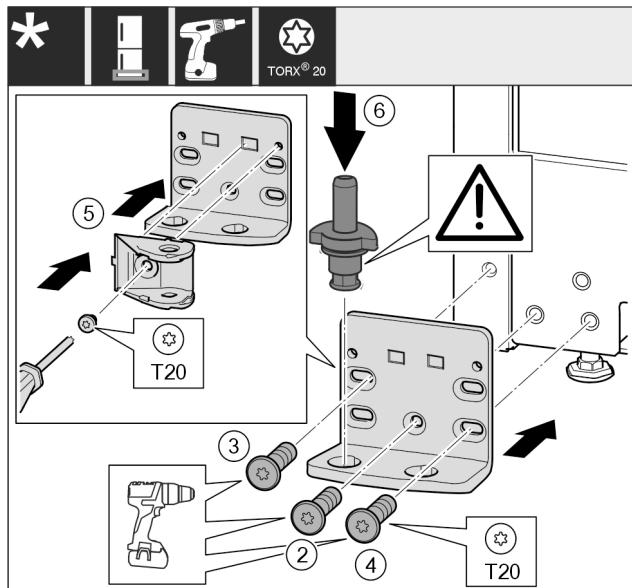

Fig. 21 \*
- ▶ 将托架安装到另一侧，并借助螺丝刀旋紧。用螺钉 Fig. 21 (2)从底部的中心开始。\*
- ▶ 拧紧螺钉 Fig. 21 (3)和螺钉 Fig. 21 (4)。\*